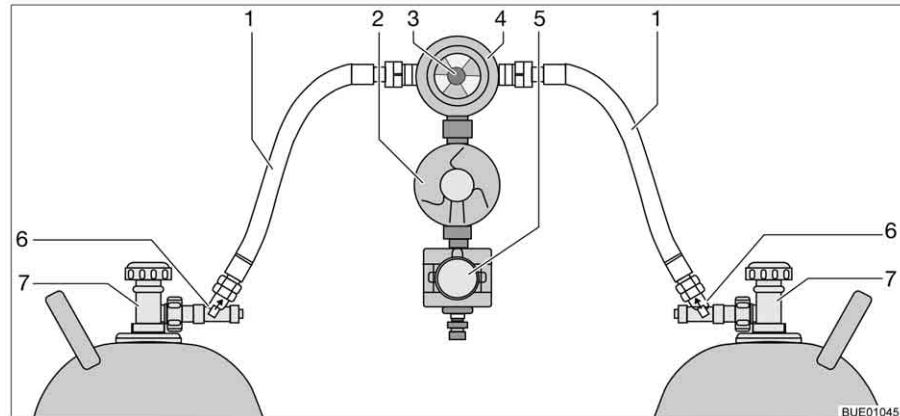

Bild 110 Crash-Protection-Unit-Umschaltanlage
Die Crash-Protection-Unit besteht aus zwei Durchflussbegrenzern mit manueller Entriegelung (Bild 110,6), einem Umschaltventil (Bild 110,4) mit Druckregler (Bild 110,2), einem Elektroventil (Bild 110,5) und der Bedieneinheit mit dreifarbigem LED. Das Umschaltventil ist zwischen den beiden Gasschläuchen (Bild 110,1) montiert.
Mit dem Drehknopf (Bild 110,3) am Umschaltventil lässt sich bestimmen, welche der Gasflaschen als Betriebsflasche und welche Gasflasche als Reserveflasche verwendet wird.
An der Bedieneinheit (Bild 111) können nur die elektrischen Funktionen geschaltet werden. Die Haupt-Absperrventile der Gasflaschen (Bild 110,7) und die Entriegelungen (Bild 110,6) müssen von Hand geöffnet werden.
- Haupt-Absperrventile an den Gasflaschen (Bild 110,7) öffnen.
- Entriegelungen (Bild 110,6) nacheinander 10 Sekunden lang drücken.
- Mit dem Drehknopf (Bild 110,3) am Umschaltventil (Bild 110,4) die Gasflasche wählen, der vorrangig das Gas entnommen werden soll (Betriebsflasche).
- Haupt-Absperrventile an den Gasflaschen (Bild 110,7) schließen.